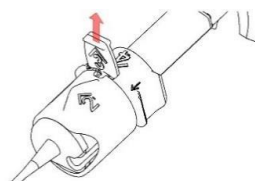

Рис. 2b
6. Удалите красный стопор, обозначенный символом «3», потянув его (Рис. 2b).